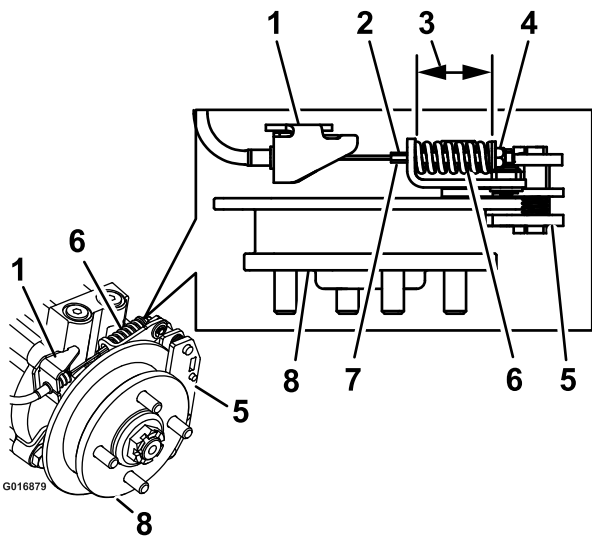

Figure 73
9. Maintenez l'extrémité de la tige filetée avec un outil et ajustez le contre-écrou jusqu'à ce que la longueur du ressort de situe entre 3.8 et 4.0 cm (9- 1/2 et 1-1/16") (Figure 73). Le câble ne doit pas tourner quand les écrous sont desserrés.